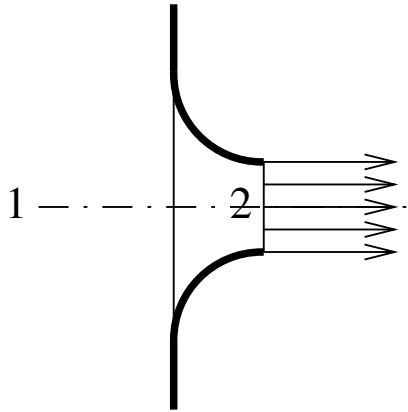
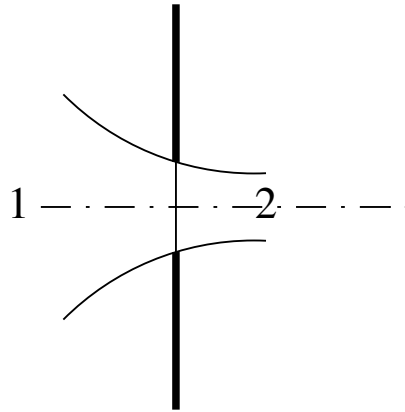

FIGURE 7 – tuyère.
FIGURE 8 – diaphragme.
**débit spécifique** La figure 7 représente une tuyère parfaitement profilée au sortir de laquelle le jet de gaz est au diamètre de l'injecteur. Le débit est maximal et le *débit spécifique* ou *facteur de débit* est égal à 1. La figure 8 représente un injecteur avec une arête vive en amont, ce qu'on obtient en perçant une tôle mince par exemple. Le jet est de plus petit diamètre et le débit est également plus faible. Le facteur de débit est ici égal à 0,60.